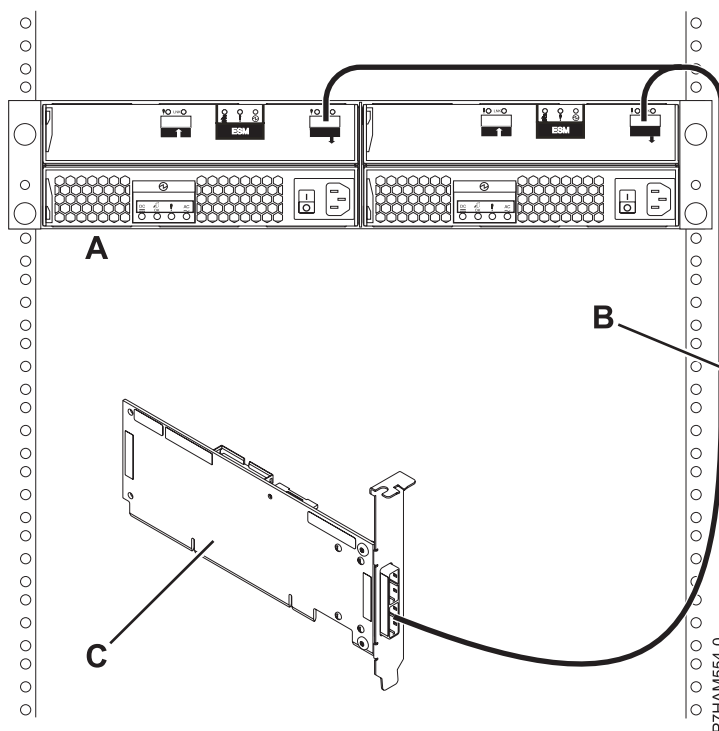

Figure 29. Connexion d'un boîtier d'unité de disque 58/86 à un adaptateur SAS unique à l'aide d'un câble YO
5. Effectuez la connexion d'un boîtier d'unité de disque 58/86 (A) à un adaptateur SAS unique (C) à l'aide d'un câble YO (B), comme illustré dans la figure 29.